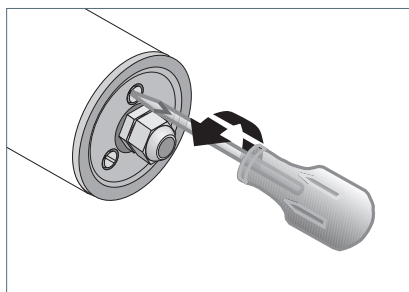

Fig. 7: Aprire la parte laterale A.
- ▶ Allentare le tre viti sul lato di collegamento effettuando dai 3 ai 4 giri circa, vedi Fig. 7.